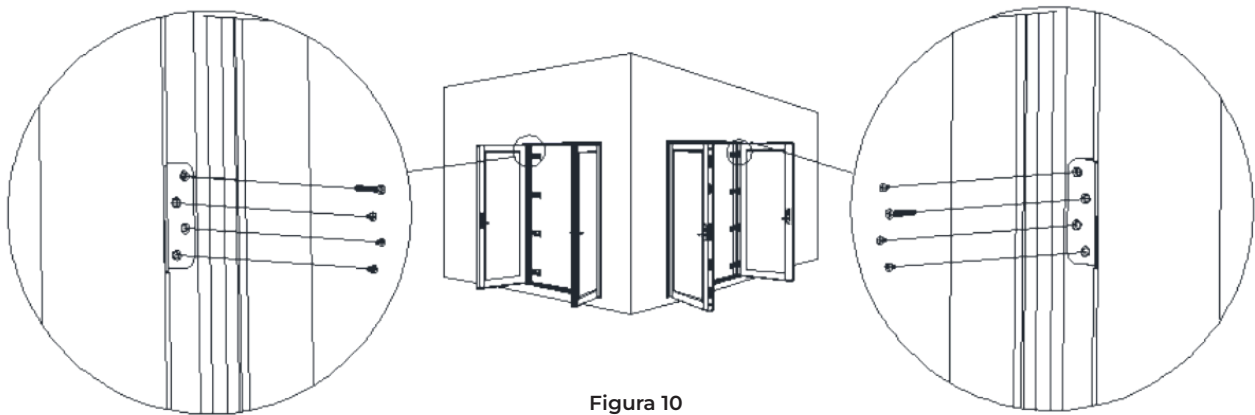

Figura 10
3. **Si fija** el panel a un sustrato, utilice un tornillo largo para montaje de bisagra (pieza 17). Consulte la figura 10 para conocer la ubicación correcta de los tornillos en las bisagras.
4. **Si fija** el panel a un montante, utilice un tornillo para montaje del montante de bisagra (pieza 16). Consulte la figura 10 para conocer la ubicación correcta de los tornillos en las bisagras.